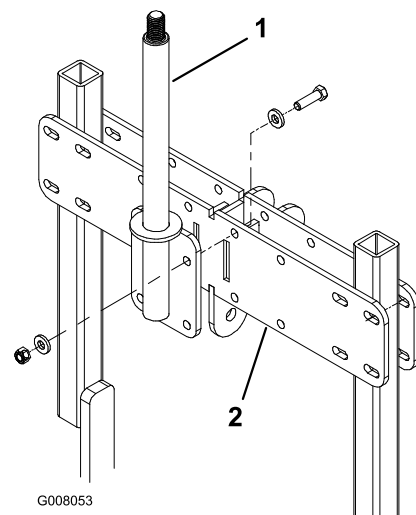

Figure 10
9. Montez l'ensemble axe au dos de la barre transversale à l'aide de (4) vis 1/2 x 1-3/4", (8) rondelles et (4) contre-écrous (Figure 10). Utilisez la position de montage centrale pour les aérateurs ProCore 880 et ProCore 864 et la position excentrée pour l'aérateur 660, comme illustré à la Figure 10.